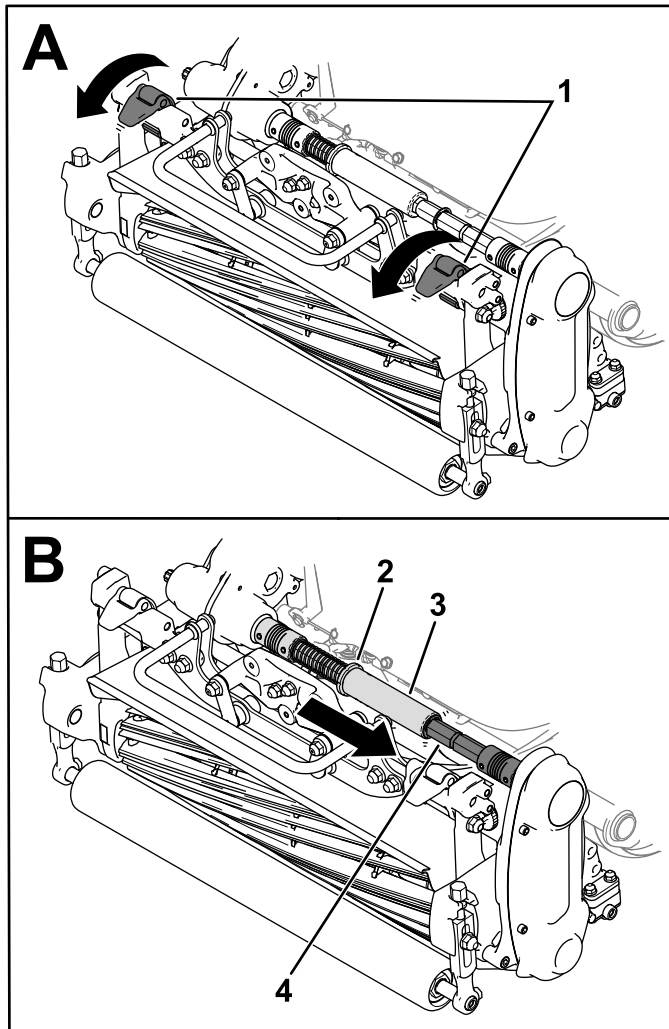

Bild 43
3. Bewegen Sie die Aufhängeriegel nach unten, um das Mähwerk an der Maschine zu befestigen (Bild 43).
4. Bewegen Sie den Bund aus der Nut der Kupplungswelle des Getriebes und führen Sie das Sechskantrohr in die Kupplungswelle des Mähwerks ein (Bild 43).